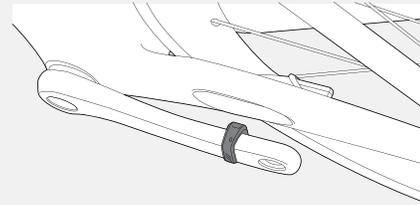

Abbildung 30. Trittfrequenzmagnet auf Tretkurbel.
2. Schieben Sie den Trittfrequenzmagneten (Abbildung 30) so auf die Tretkurbel, dass er nach innen zeigt.